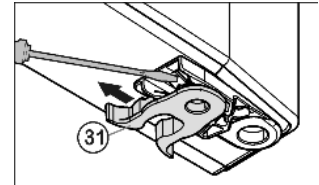

Fig. 8
- ▶ Cambiar de sitio la grapa elástica Fig. 8 (31): presione hacia abajo el saliente de enganche y retire la grapa elástica.